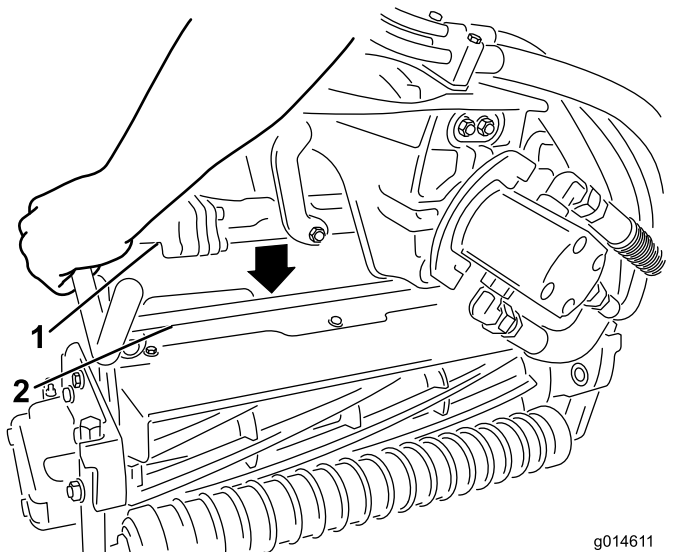

Bild 45
5. Schmieren Sie die Keilwelle des Schneideinheitmotors mit sauberem Fett ein (Bild 45).
6. Setzen Sie den Motor in die linke Seite der Schneideinheit (aus Sicht der Bedienerstellung) und ziehen die Motorbefestigungsstange an der Schneideinheit zum Motor, bis Sie einen deutlichen Klick von beiden Seiten des Motors hören (Bild 45).